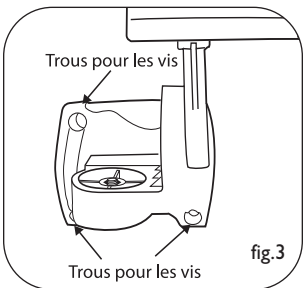

fig.3
3. Fixez le corps principal avec l'attache en L sur le support pour le mur ou pour le mât en utilisant la vis cruciforme (fig. 3) et faites attention à l'orientation de l'attache. Ne serrez pas complètement la vis pour pouvoir terminer l'ajustement par la suite (fig. 3).